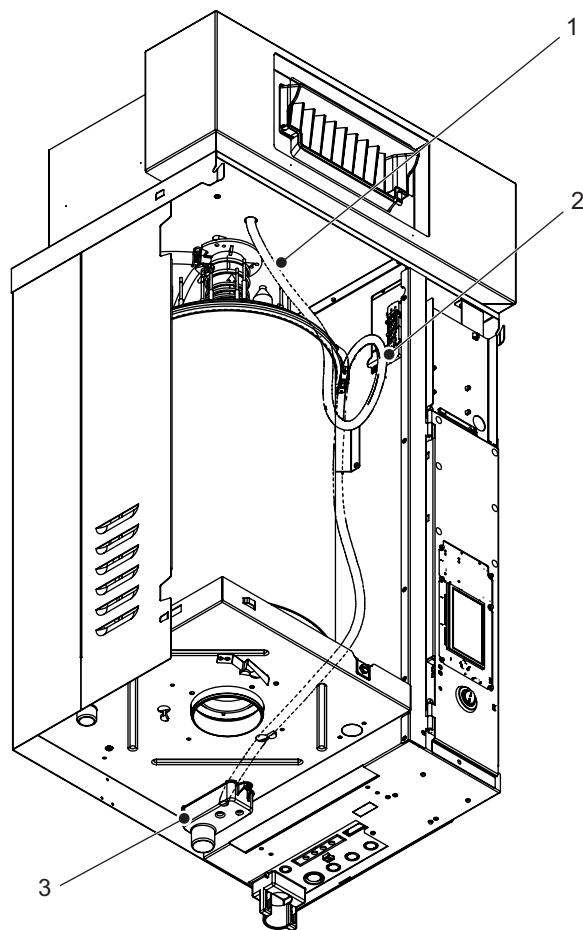

Figure 20 : Raccords de tuyaux de condensat sur l'humidificateur
- a. Raccorder le tuyau de condensat ø8/12 mm de diamètre (fourni) au point de raccord prévu à cet effet sur le collecteur de vidange de l'humidificateur. Fixer le tuyau de condensat avec le collier à ressort (fourni). Consulter la Figure 20.